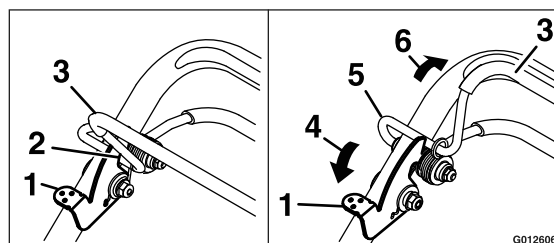

Figure 20
1. Poussez et maintenez le levier de blocage de la commande des lames en avant pour relâcher la barre de commande des lames (Figure 20).